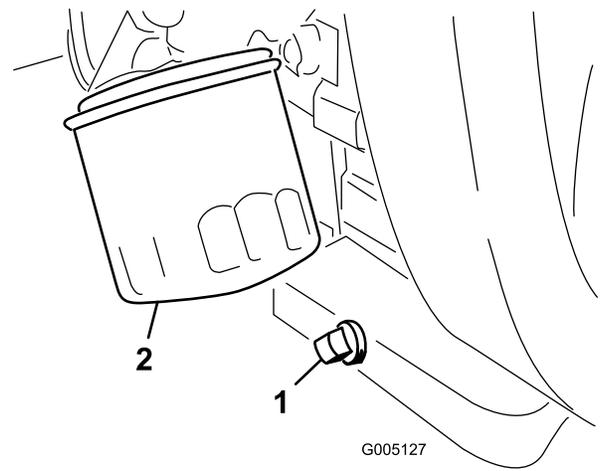

Bild 44
2. Entfernen Sie den Ölfilter (Bild 44). Ölen Sie die neue Dichtung am Ölfilter leicht mit frischem Öl ein.
1. Entfernen Sie die Ablassschraube (Bild 44) und lassen das Öl in ein Auffanggefäß ab. Schrauben Sie die Ablassschraube wieder ein, nachdem das Öl abgelaufen ist.